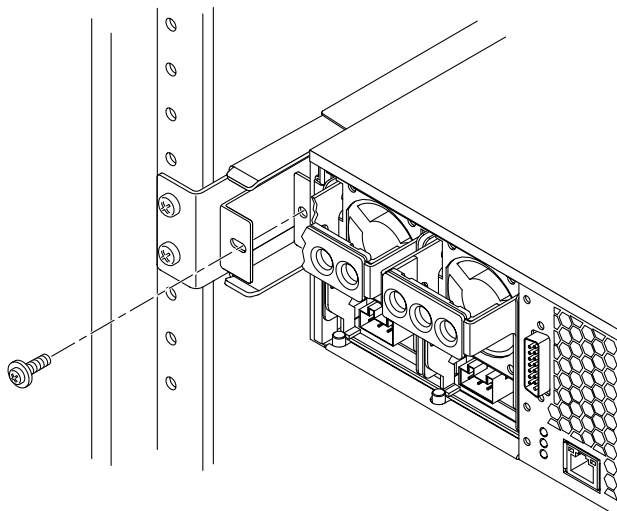

图 3-21 将服务器后端固定到后端挡板
16. 向后推服务器，直到服务器紧靠后端挡板，然后每个后端挡板用一颗 M5 × 10 SEM 螺钉，将服务器后端固定到后端挡板上（图 3-21）。